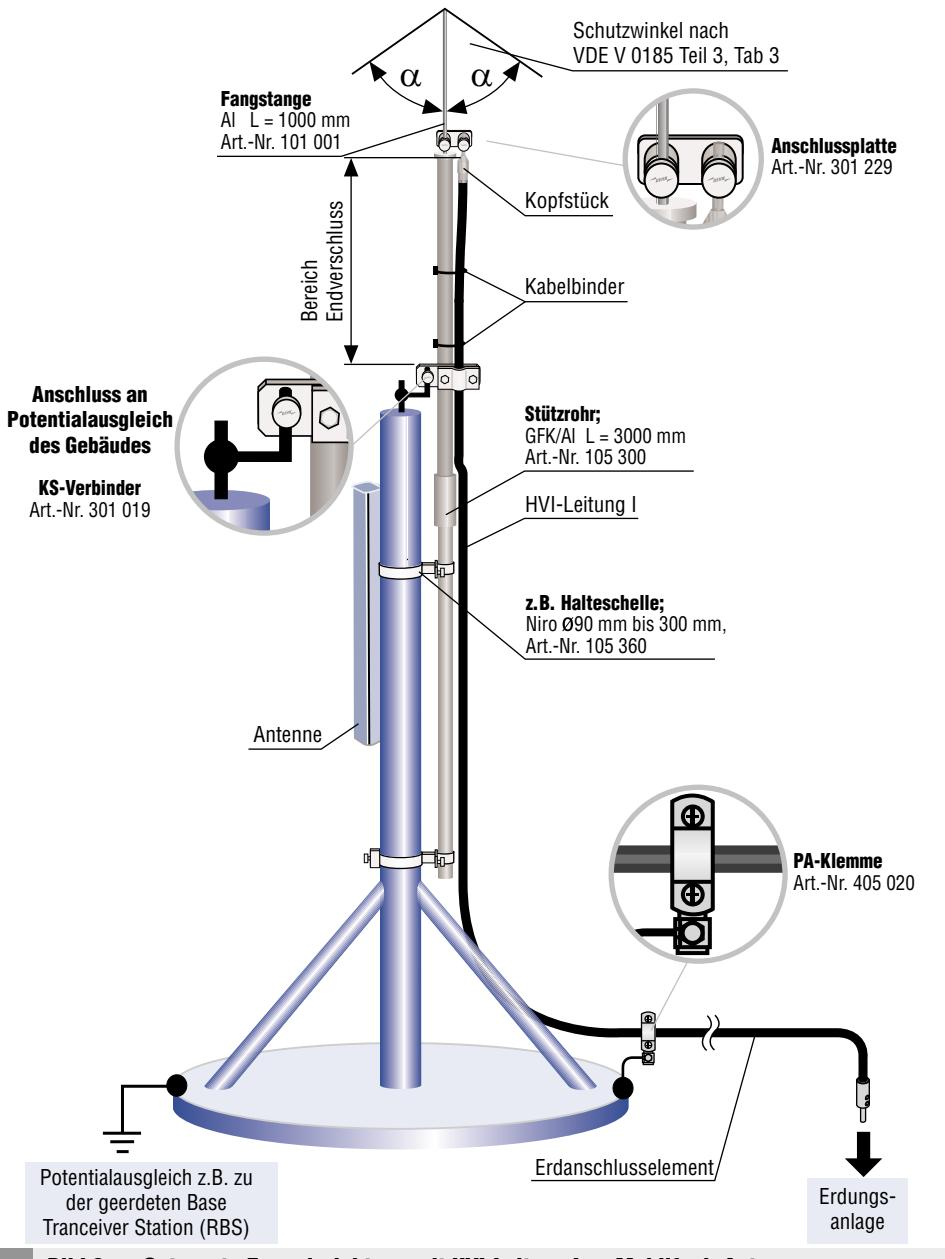
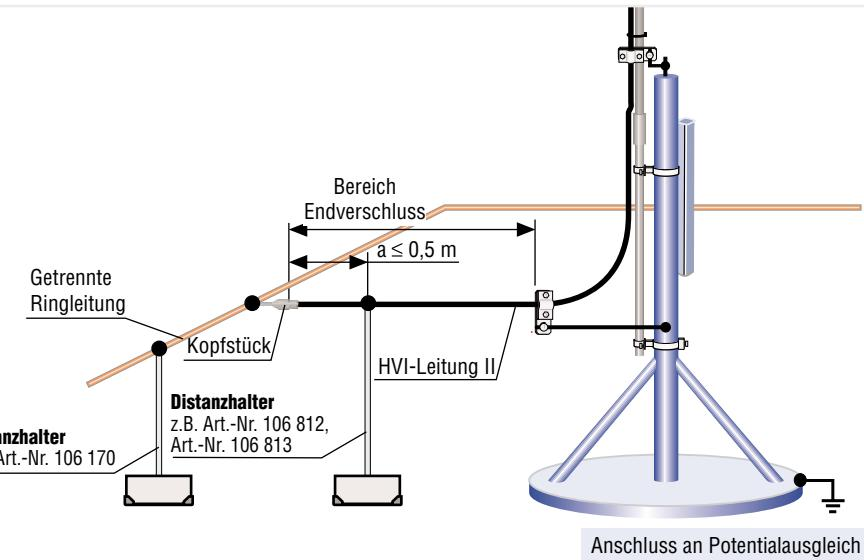
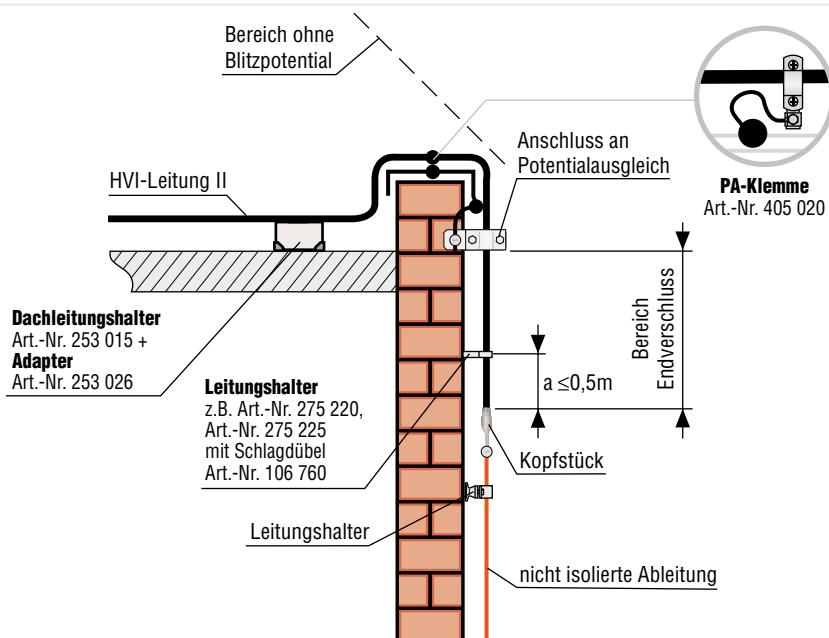
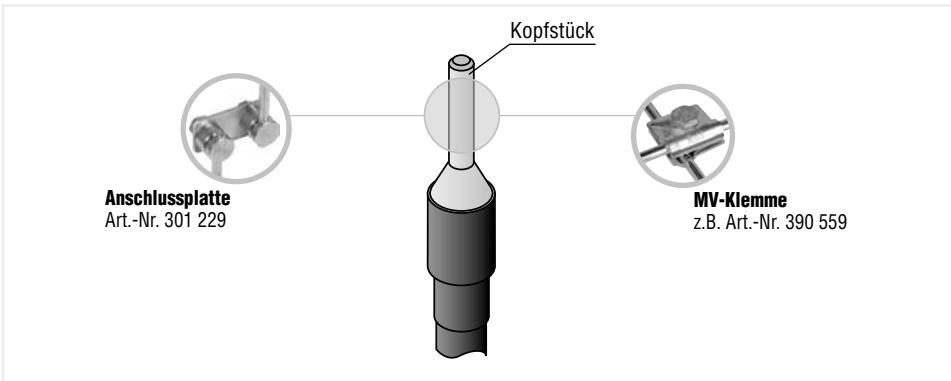

Bild 2 Getrennte Fangeinrichtung mit HVI-Leitung I an Mobilfunk-Antenne
Bild 4 Anschluss HVI-Leitung II an "Getrennte Ringleitung"
Bild 5 Übergang HVI-Leitung II auf nicht isolierte Ableitung
Bild 6 Anschlussmöglichkeiten / Kopfstück (Details aus Bilder 2 und 10)
Die **HVI-Leitung I** wird verwendet, wenn die Fangeinrichtung des Äußeren Blitzschutzes direkt mit der Erdungsanlage des Gebäudes verbunden wird (Bild 2)
Die **HVI-Leitung II** wird eingesetzt, wenn z.B. mehrere zu schützende Anlageteile nicht einzeln, sondern gemeinsam über eine "Getrennte Ringleitung" mit der Erdungsanlage des Gebäudes verbunden werden (siehe Bild 4 und Abschnitt 7, "Getrennte Ringleitung").
2. Anschluss Kopfstück und Endverschluss (Bild 2 und 10)
Im Bereich des Endverschlusses dürfen keine elektrisch leitfähigen oder geerdeten Teile angeordnet sein, z.B. Leitungshalter, Konstruktionsteile, usw. Im Bereich des Endverschlusses ist der errechnete Trennungsabstand s einzuhalten. Die Befestigung der HVI-Leitung am Stützrohr aus Isolierstoff wird mit den mitgelieferten Kabelbindern ausgeführt, wobei der Verschluss des Kabelbinders auf der Rückseite des Stützrohrs aufliegen muss (Bild 2 und 10).
- Die Befestigung nur im Bereich bis $a \leq 0,5$ m, vom Kopfstück aus gemessen, zulässig ist (Bild 4 und 5).
Anschlussmöglichkeiten des Kopfstückes an eine überragende Fangstange sind im Bild 6 dargestellt (siehe auch Bild 2 und 10).
Nur das Kopfstück darf mit der Fangeinrichtung (Bild 2 und 10), der "Getrennten Ringleitung" (Bild 4) oder der Ableitung (Bild 5) des Äußeren Blitzschutzes verbunden werden.